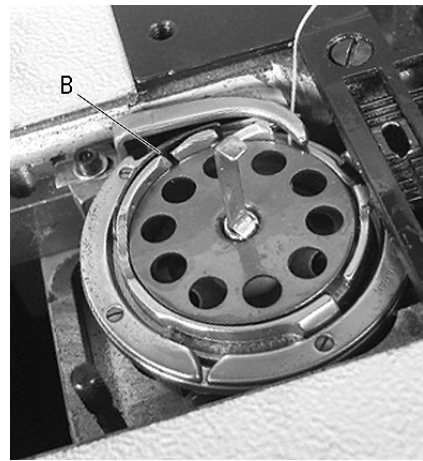

图 17
2) 底线张力通过调节旋梭外侧的紧线弹簧螺钉 (B) 实现 (图 17)。
3) 旋紧螺钉 (右旋) (B) 增加张力, 旋松螺钉 (左旋) (B) 减小张力。